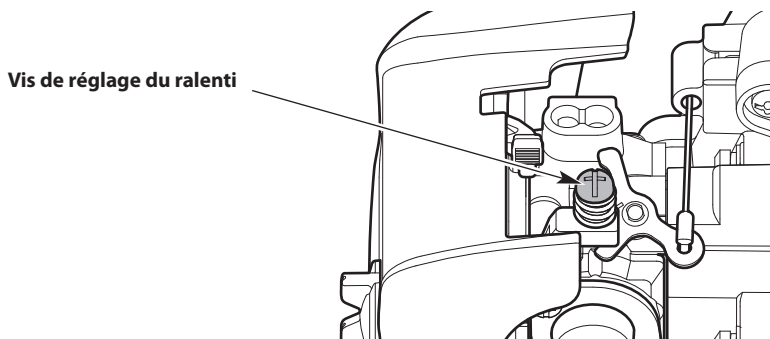

Fig. 19
- Si le moteur s'arrête, augmentez le régime de ralenti. Utilisez un petit tournevis cruciforme pour tourner la vis de ralenti vers la droite, de 1/8 de tour à la fois, et ce, jusqu'à ce que le moteur tourne bien au ralenti (Fig. 19).
- Si les lames bougent lorsque le moteur est au ralenti, réduisez le régime de ralenti. Tournez la vis de ralenti vers la gauche, d'un huitième de tour à la fois, jusqu'à ce que les lames cesse de bouger (Fig. 19).